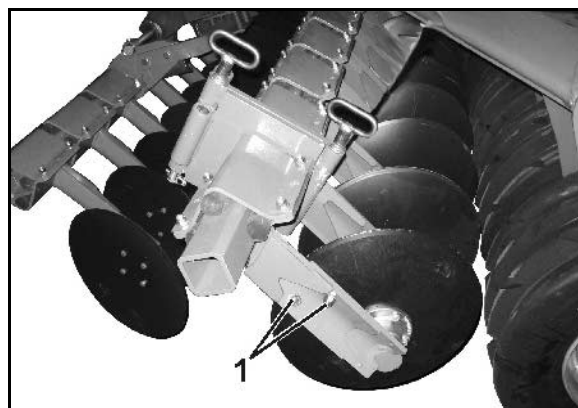

Fig. 32
2. Løsne skruforbindelsene (Fig. 32/1).